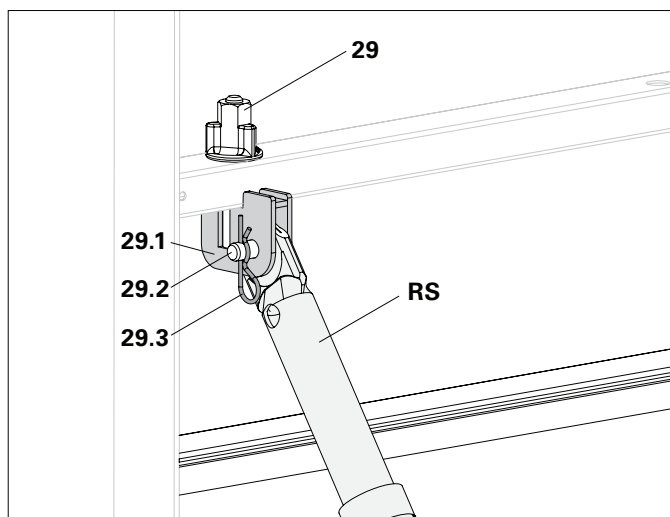

Fig. A7.03
Collegare puntello (RS) e staffe (29.1) con perno (29.2) e inserto a molla (29.3). (Fig. A7.03)